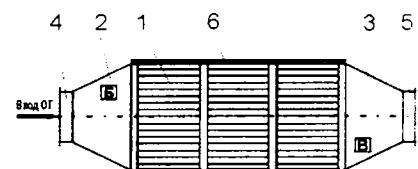

Рис. 3-16. Схема нейтрализатора
Нейтрализатор (рис. 3-16) предназначен для снижения содержания токсичных веществ в ОГ. Нейтрализатор состоит из реактора 1, защитного экрана 6 и конусов 2 (3) с входным 4 и выходным 5 патрубками. При работе нейтрализатора ОГ через впускной патрубок поступают к реактору. В продольных каналах каталитических блоков реактора, происходит процесс дожигания продуктов неполного горения топлива. Активными компонентами катализатора являются металлы платиновой группы. Катализатор, применяемый в нейтрализаторе обеспечивает эффективность очистки по CO и CH не менее 85% при температуре 250°C.